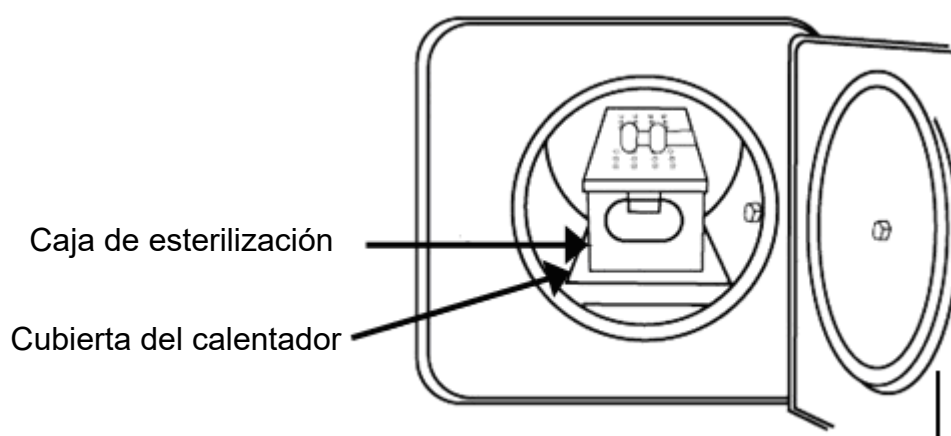

Figura 29
- C. Instale la cubierta del calentador como indica la Figura 29. (Accesorio estándar).